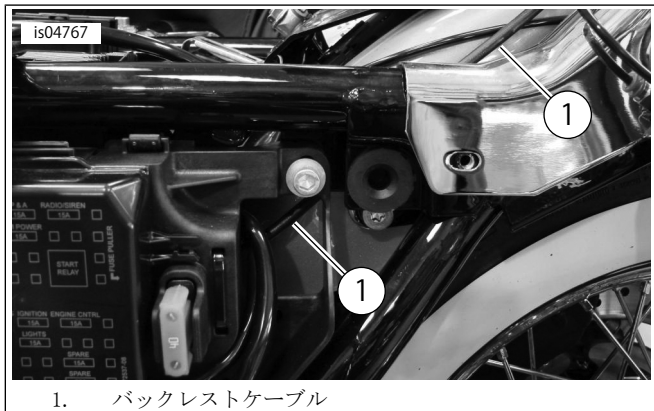

図10。バックレストケーブルの取り回し
15. 「図10」を参照してください。バッテリーコンパートメントとヒューズ/電気系統ボックスの間にケーブル(1)を配線します。フレームと電気系統ボックスの間にケーブルをおさめるために、電気系統ボックスを緩める必要がある場合があります。ケーブル(1)が、電気系統ボックスの背面からフレームとリアフェンダーの間を通り、最後にリアフェンダーの上部とバックレストブラケットまでくるように取り回します。
16. 「図10」を参照してください。バッテリーコンパートメントとヒューズ/電気系統ボックスの間のケーブル(1)の配線を完了します。フレームと電気系統ボックスの間にケーブルをおさめるために、電気系統ボックスを緩める必要がある場合があります。ケーブル(1)が、電気系統ボックスの背面からフレームとリアフェンダーの間を通り、最後にリアフェンダーの上部とバックレストブラケットまでくるように取り回します。